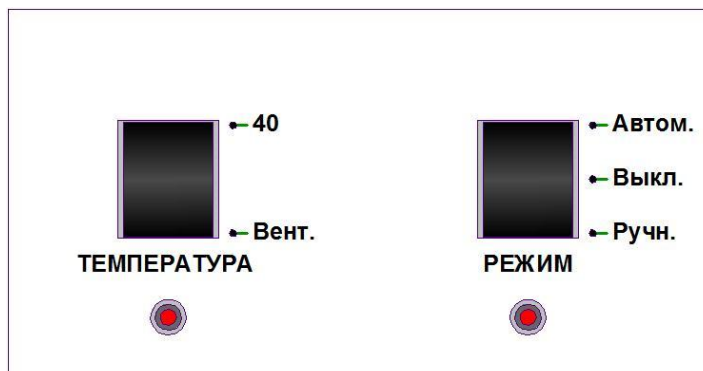

Рис. 5 Панель управления
5.1. На рис.5 представлена панель управления изделием с переключателями режимов работы и световыми индикаторами.